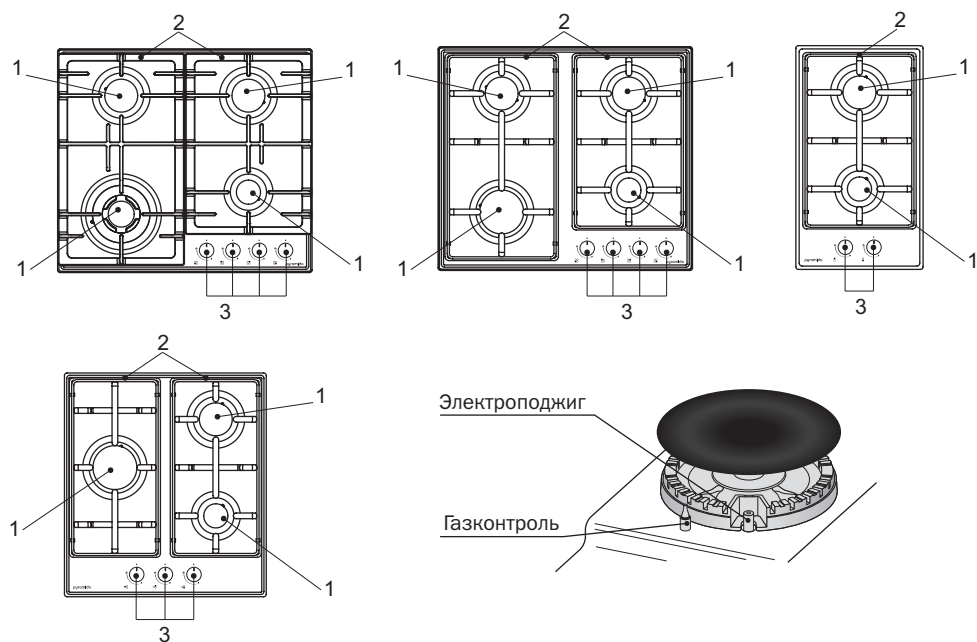

Рис. 11\*
- Модели с электроподжигом (Рис. 11) оснащены специальными газовыми кранами с функцией электрического поджига. В этом случае символ электроподжига «★» изображен около каждой ручки управления. Чтобы зажечь газовую горелку, нажмите на нужную ручку, и поворачивайте ее нажатой против часовой стрелки к позиции «Сильное пламя». Проходя символ «★» активируется электроподжиг. Когда газовая горелка загорится, отпустите ручку.
- Включение газовой горелки с газконтролем (Рис. 11). Нажмите и поверните ручку, соответствующую выбранной газовой горелке, против часовой стрелки к позиции «Сильное пламя». Когда газовая горелка воспламенилась, удерживайте ручку нажатой примерно 5-10 секунд, чтобы пламя нагрело терморпару газконтроля. Если пламя погасло, когда Вы отпустили ручку, повторите всю операцию с начала.